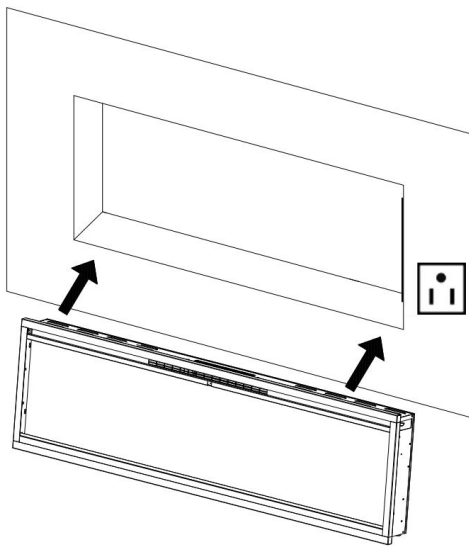

Fig. 2-1
2. Chiedere a due persone adulte di sollevare il caminetto e di inserirlo nel telaio grezzo, quindi fissarlo installando **2** viti da legno (**B**) attraverso i fori (**Fig. 2-1, Fig. 2-2**).